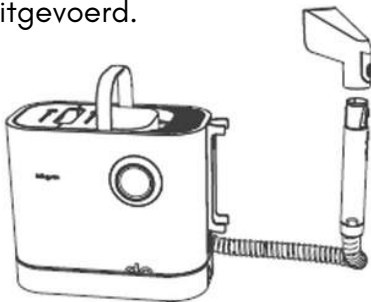

Fig. 24
1. Wanneer het apparaat een ontkalkingsmelding geeft, verwijder dan het handvat van de borstel en verwijder vervolgens de opzetborstel (zie fig.24).